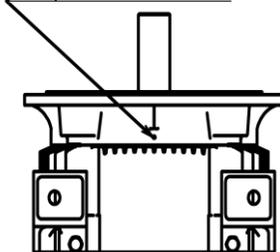

Рисунок 1 -
- убедиться в отсутствии грязи, воды, снега в сливных отверстиях двигателя с фланцевым исполнением - валом вверх (см. рисунок 1).